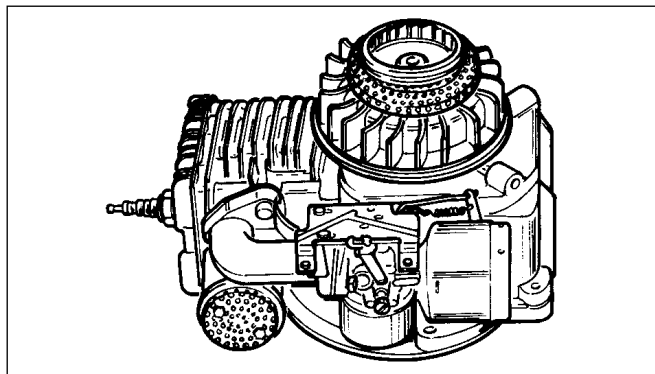

Abb. 2
- Entfernen Sie das Lüftergehäuse zusammen mit dem Starter (Abb. 2).